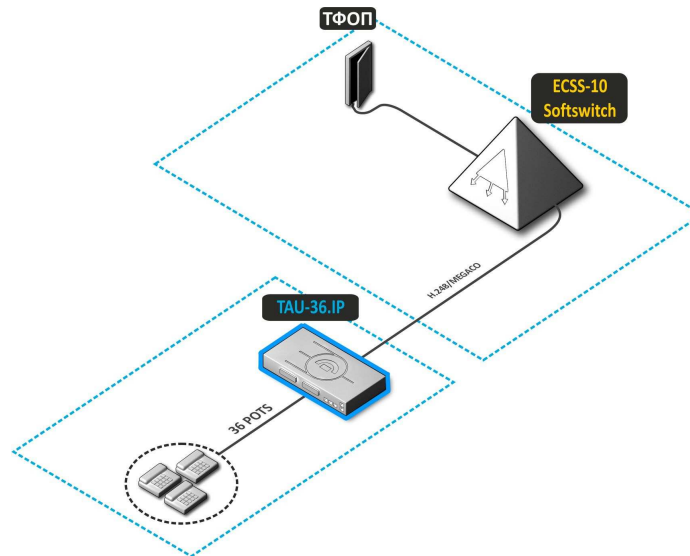

Рисунок 1 – Абонентский вынос TAU-36.IP
1. **Абонентский вынос.** В этом случае устройство выполняет функции шлюза между аналоговыми телефонными аппаратами и удаленной АТС, рисунок 1.